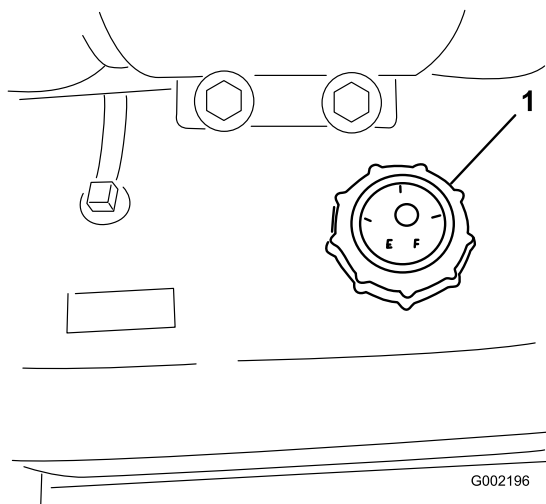

Figura 18
3. Limpie la zona alrededor del tapón del depósito de combustible (Figura 18).